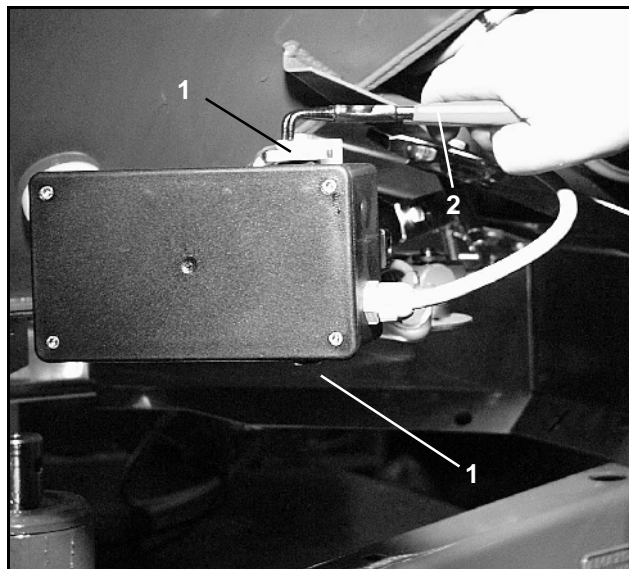

Fig. 5
- Enlever les deux circlips (Fig. 5/1) en utilisant une pince spéciale (Fig. 5/2).